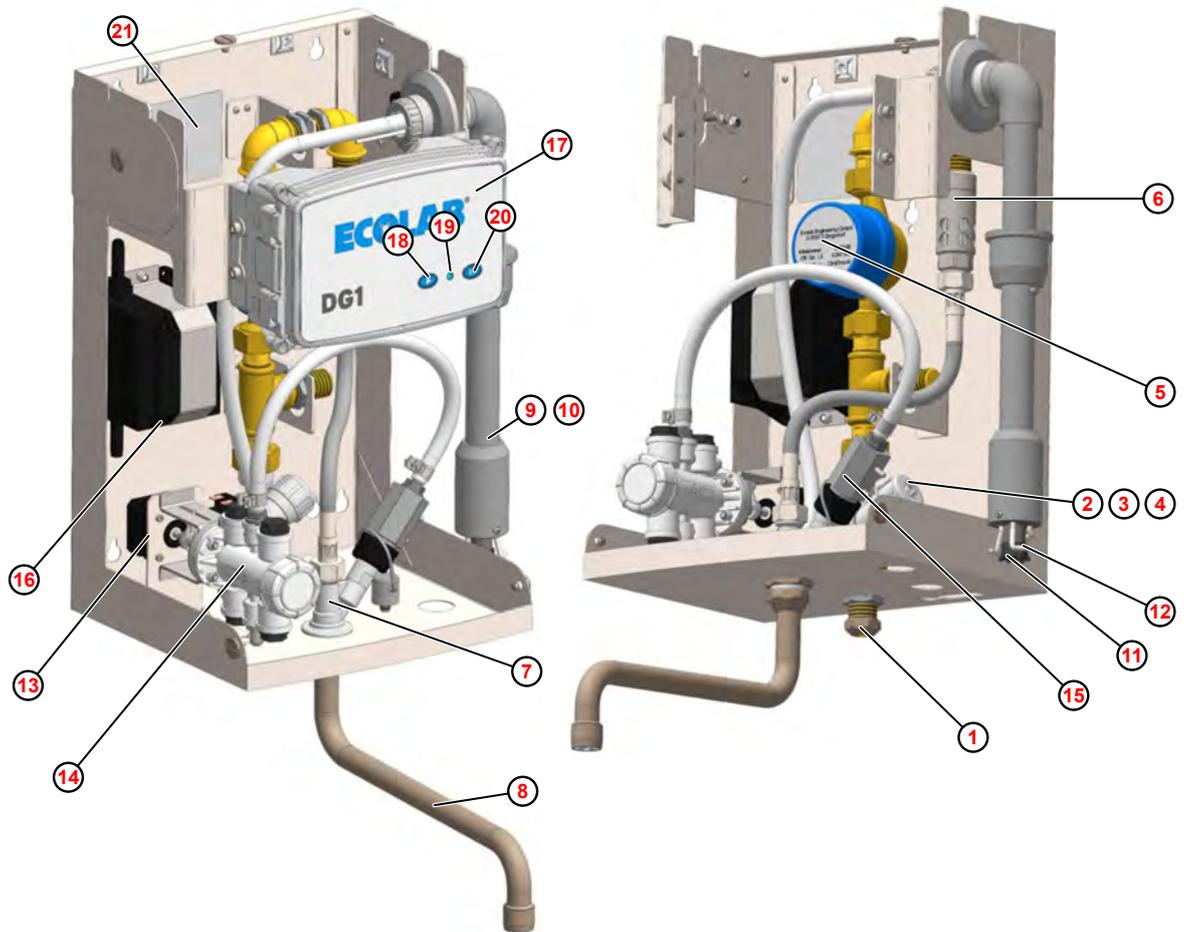

Fig. 2 : Description des composants
Pour limiter le débit d'eau maximum, un régulateur de débit est monté côté entrée dans l'électrovalve (Fig. 2 , ④).
Le contrôleur de débit monté avant le poste de dosage (voir Fig. 2 , ⑮) surveille le débit de désinfectant.